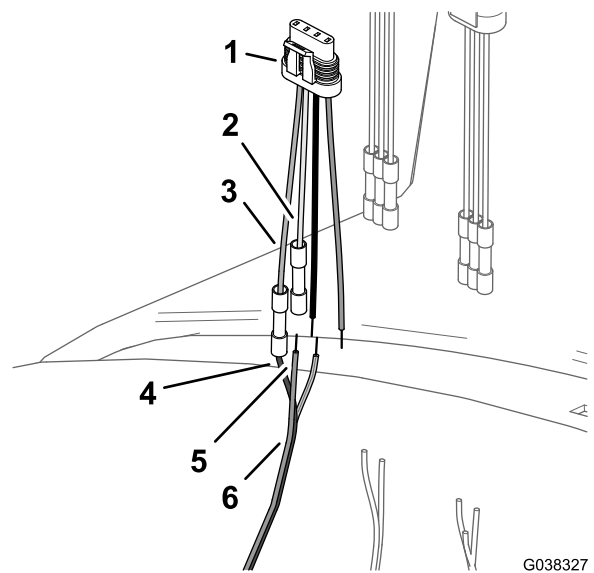

Figure 39
3. Alignez le fil marron du faisceau DIN et le fil gris de l'adaptateur à 4 broches de la vanne de débit (Figure 39) ; reportez-vous au tableau de de câblage de la vanne de débit.
6. Insérez le câble bleu du faisceau DIN dans le connecteur à épissure bout à bout du fil vert de l'adaptateur à 4 broches de la vanne de débit (Figure 39).